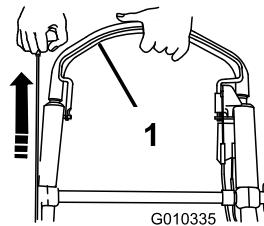

Figura 14
2. Sujete la barra de control de la cuchilla contra el manillar y tire del arrancador de retroceso (Figura 14).